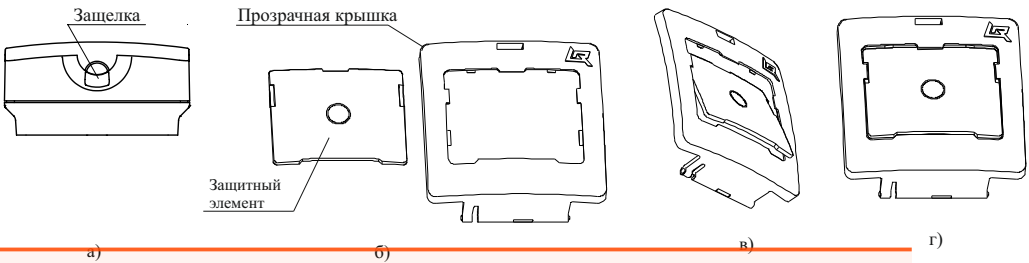

Рисунок 4
- 6.14 Для того, чтобы вставить защитный элемент необходимо открыть прозрачную крышку, поддев защелку в верхней части корпуса острым предметом (рисунок 4, а). Далее прозрачная крышка показана отдельно от корпуса (снимать крышку с корпуса УДП не следует). Защитный элемент в положении, показанном на рисунке 4, б, ввести верхней кромкой в середину выреза прозрачной крышки (рисунок 4, в) и, повернув, совмещая плоскости, зашелкнуть нажатием на кромки защитного элемента (рисунок 4, г).